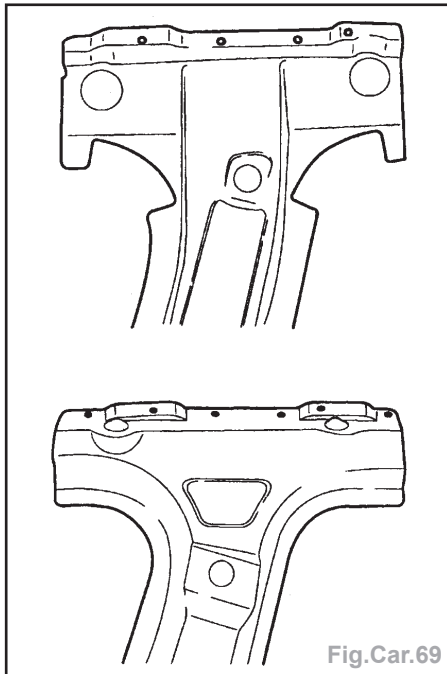

Fig.Car.69
- Percer des trous de Ø 6,5 mm pour soudage ultérieur par points bouchons (Fig.Car.69).